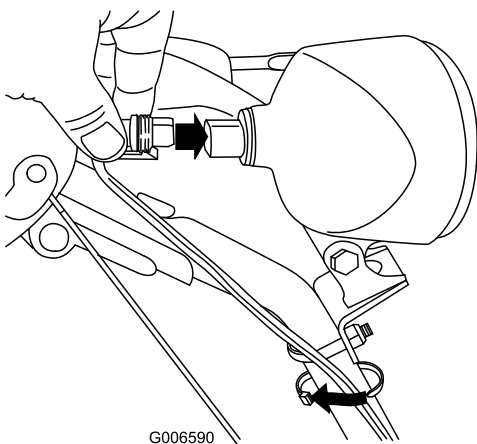

Figure 57
6. Branchez le connecteur du fil directement à l'arrière du phare en l'enfonçant bien en place (Figure 57).